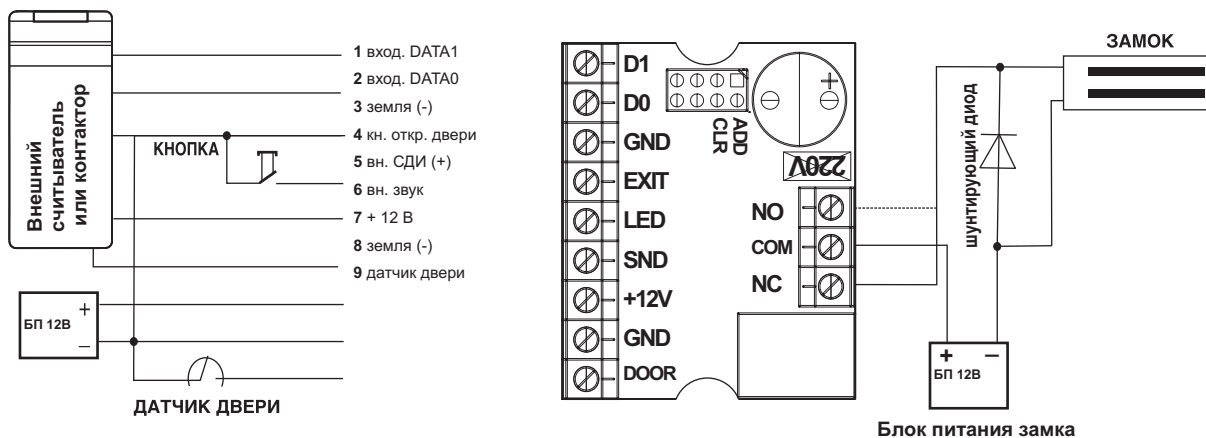

Рис. 6 Подключение внешних устройств
**Важно!** Для защиты контактов реле от выгорания при подключении индуктивной нагрузки в виде элеткромагнитного или электромеханического замка следует параллельно обмотке замка установить шунтирующий диод, входящий в комплект поставки (см. рис.6 на стр.12).
4. Установите шунтирующий диод (см. рис. 6 на стр.12) в случае использования индуктивной нагрузки (электромагнитный или электромеханический замки).